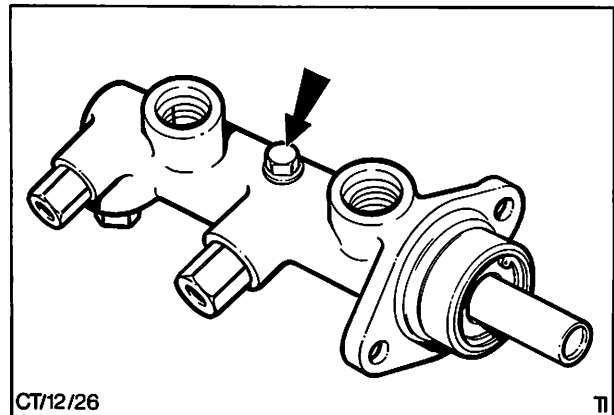

Abb. 68 Kolbenanschlagschraube
4. Anschlagschraube im Oberteil des Hauptzylinders herausdrehen, Abb. 68.